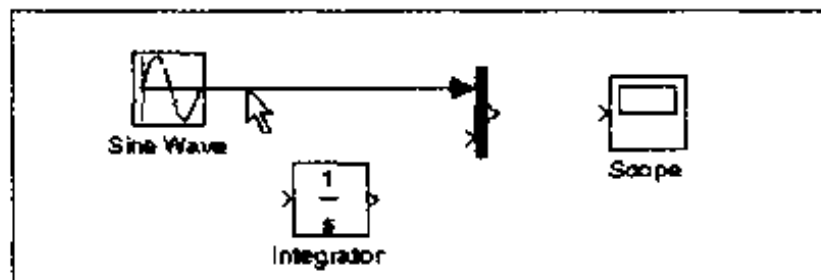

图 1.19 分支线连接示意(1)
(1) 首先,将光标指在正弦波与 Mux 模块之间的连接线上(图 1.19)。